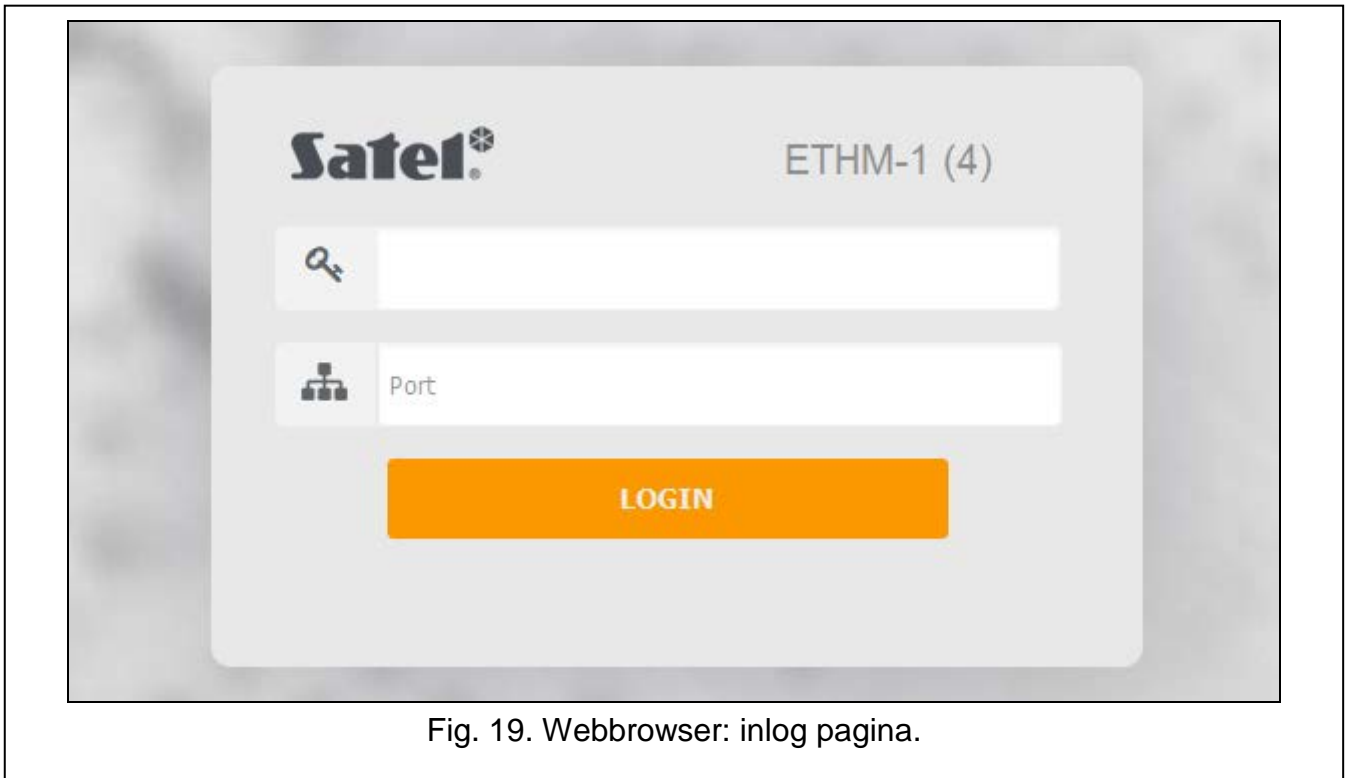

Fig. 19. Webbrowser: inlog pagina.
3. Als het inlog scherm getoond wordt (Fig. 19), voer dan de juiste velden in: